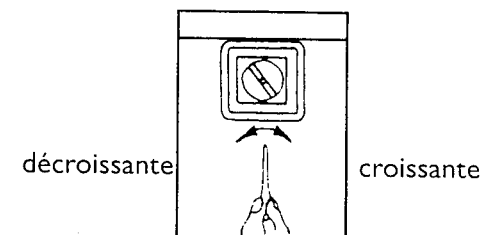

Fig. 2
- Si la vitesse d'échappement est trop rapide ou trop lente, à l'aide d'un tournevis plat, tournez lentement la vis de réglage vers la gauche/droite. Tourner en sens contraire des aiguilles d'une montre diminue la vitesse d'échappement, dans l'autre sens, vous augmentez cette vitesse (Voir Fig.2 : Modèles 85507)
2. Lorsqu'un grand volume de sang pénètre dans une artère, la force exercée oblige l'artère à se dilater au maximum. Cette pression est appelée tension DIFFÉRENTIELLE. (Voir Fig. 2)